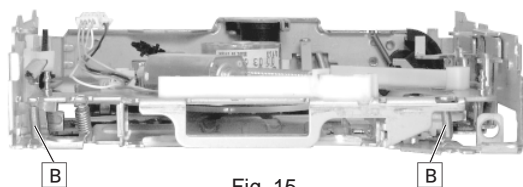

Fig. 15
- 2 Federn **B** (Fig. 15) aushängen und die Mechanik herausnehmen.
- Unhinge the 2 springs **B** (Fig. 15) and remove the mechanics.